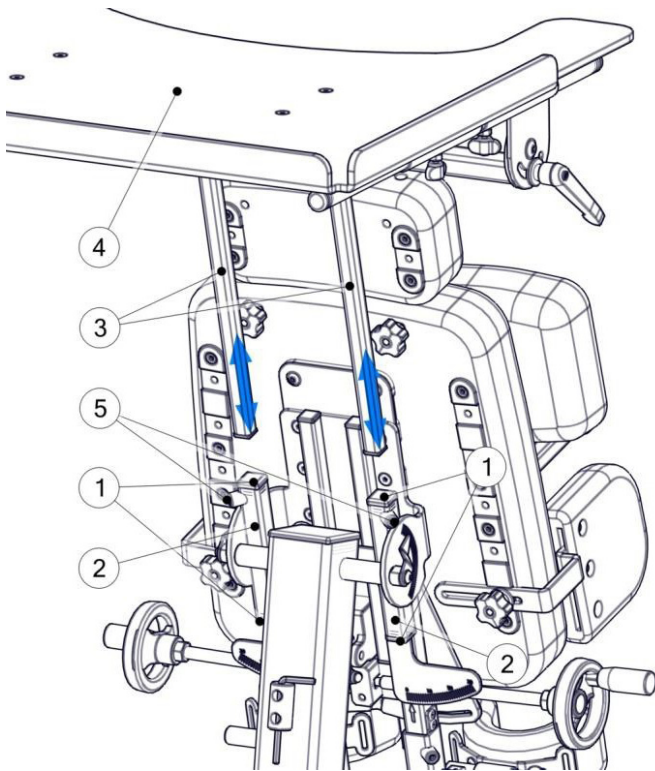

рис. 16
Чтобы установить стол, снимите стопоры (1) с направляющих (2) для установки стола. Затем установите профили (3) стола в направляющие, установите стола (4) на требуемой высоте и зафиксируйте положение винтами (5). Рис. 16.